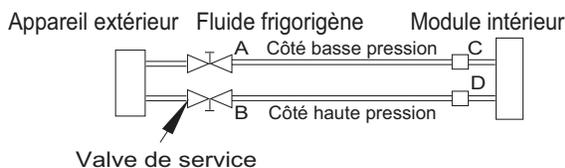

Fig. 47 – Valve de service
1. Serrez complètement les écrous évasés A, B, C et D, branchez le flexible de l'ensemble de manomètres à un orifice de charge de la valve de service côté basse pression (voir la figure 47).